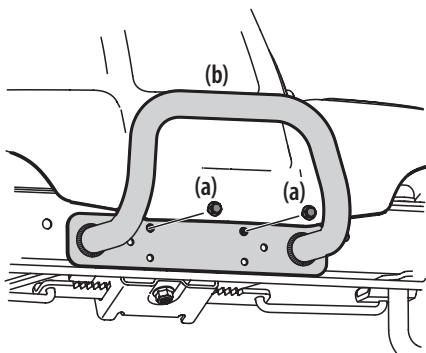

Figure 15
- Enlevez les deux vis (a). Voir la Figure 15.
- Positionnez le pare-chocs sur les trous de montage et attachez-le avec la quincaillerie retirée à l'étape précédente. Voir la Figure 15.